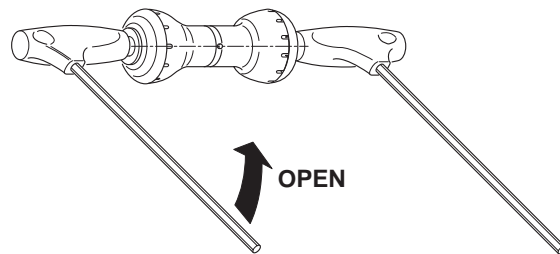
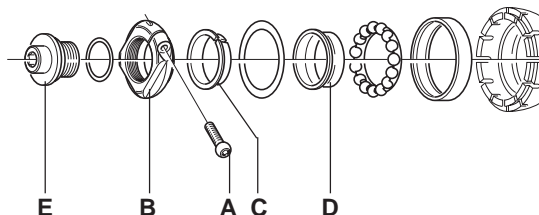
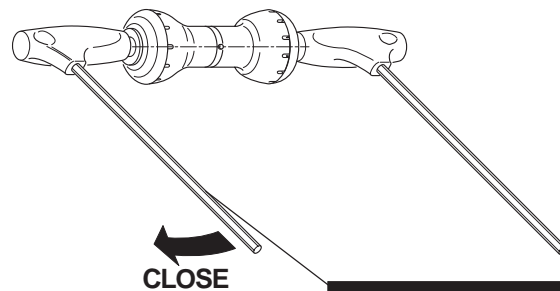

Fig. 77
Fig. 78
Fig. 79
- Svitare il dado di bloccaggio (E - Fig. 78) con la chiave a brugola da 5mm inserita a fondo e contrastando la rotazione del perno con l'altra chiave a brugola inserita a fondo nell'estremità opposta del perno (Fig. 77).
- Allentate di 3 giri la vite (A) con la chiave a brugola da 2.5 mm inserita a fondo, svitate e rimuovete la ghiera (B).
- Premete il perno verso il corpo mozzo, rimuovete l'anello (C), il cono (D), estraete il perno dal mozzo, rimuovete le guarnizioni (prestando attenzione a non rovinarle) e i cuscinetti a sfere.
- Stringete il dado di bloccaggio (E) con una coppia di serraggio di 12 N.m. - 8.8 lb.ft. (Fig. 79).
- Unscrew the locking nut (E - Fig. 78) with a fully inserted 5 mm Allen wrench; counter the rotation of the axle with another Allen wrench fully inserted on the opposite end of the axle itself (Fig. 77).
- Slacken screw (A) three (3) turns with a fully inserted 2.5 mm Allen wrench; unscrew and remove the lockring (B).
- Push the axle towards the hub body, remove ring (C), cone (D), slide the axle out of the hub, remove the gaskets (taking care not to damage them) and the ball bearings.
- Tighten the locking nut (E) to a torque of 12 N.m. - 8.8 lb.ft. (Fig. 79).
- Die Führungsbuchse des Schnellspanners (E, Abb. 78) mit dem tief eingeführten 5 mm Inbusschlüssel lockern. Dabei der Rotation der Achse mit einem zweiten Inbusschlüssel entgegenwirken, der auf der anderen Seite der Achse tief eingeführt wird (Abb. 77).
- Mit dem tief eingeführten 2,5 mm Inbusschlüssel die Schraube (A) mit 3 Drehungen lockern, den Ring (C) sowie den Konus (D) abnehmen, die Achse aus der Nabe ziehen, die Dichtungen (darauf achten, diese nicht zu beschädigen) und die Kugellager entfernen.
- Die Führungsbuchse des Schnellspanners (E) mit einem Drehmomente von 12 N.n. - 8.8 lb.ft. (Abb. 79) anziehen.
- Dévissez l'écrou de blocage (E - Fig. 78) avec la clé à six pans de 5mm insérée à fond et en empêchant la rotation de l'axe avec l'autre clé à six pans insérée à fond dans l'extrémité opposée de l'axe (Fig. 77).
- Desserrez de 3 tours la vis (A) avec la clé à six pans de 2.5 mm insérée à fond, dévissez et enlevez la bague (B).
- Appuyez l'axe vers le corps moyeu, enlevez la bague (C), le cône (D), extrayez l'axe du moyeu, enlevez les joints (en veillant à ne pas les abîmer) et les roulements à billes.
- Serrez l'écrou de blocage (E) avec un couple de serrage de 12 N.m. - 8.8 lb.ft. (Fig. 79).
- Desenroscar la tuerca de bloqueo (E - Fig. 78) con la llave hexagonal de 5mm metida hasta el fondo y obstaculizar la rotación del eje con la otra llave hexagonal metida hasta el fondo en el extremo contrario del eje (Fig. 77).
- Aflojar el tornillo con 3 giros (A) con la llave hexagonal de 2.5 mm metida hasta el fondo, desatornillar y quitar la virola (B).
- Apretar el eje hacia el cuerpo del buje, desmontar el anillo (C), el cono (D), extraer el eje del buje, quitar las juntas (con cuidado, para no estropearlas) y los cojinetes de bolas.
- Apretar la tuerca de bloqueo (E) con par de torsión de 12 N.m. - 8.8 lb.ft. (Fig. 79).
- Draai de borgmoer (E -fig. 78) los met een 5 mm imbussleutel; hou de as vast met een andere imbussleutel aan het andere einde van de as (fig. 77).
- Langzaam schroef (A) 3 slagen losdraaien met een 2.5 mm imbussleutel; draai de borgmoer los en verwijder hem (B).
- Druk de as door de naafbody, verwijder ring, conus (D), haal de as uit de naaf, verwijder de pakking (let op voor beschadiging) en de kogellagers.
- Draai de borgmoer (E) vast met een kopel van 12 Nm (fig. 79).